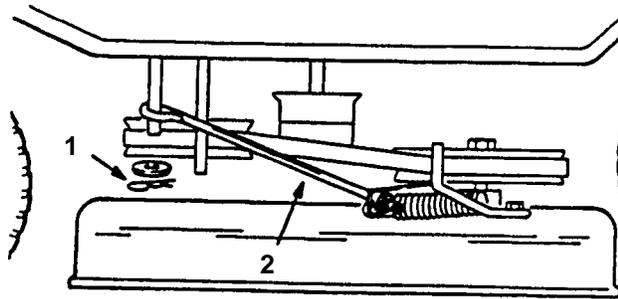

Bild 45
9. Die Messerbalkenkontrollstange in den Kontrollarm einführen und mit Unterlegscheibe und Splint absichern (Bild 45).